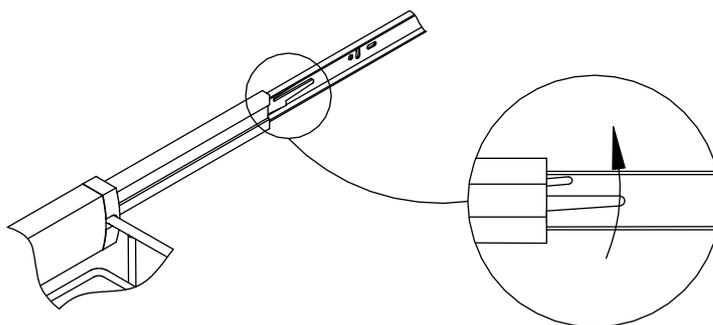

Рис. 4
- освободить защелку безопасности путем нажатия рычага (Рис. 4) (в правой части корзины нажмите на рычаг, в левой части ящика потянуть рычаг вверх),
- с помощью винтов 4,0x12 мм прикрутить два шага в соответствии с размерами, указанными на Рис. 4.